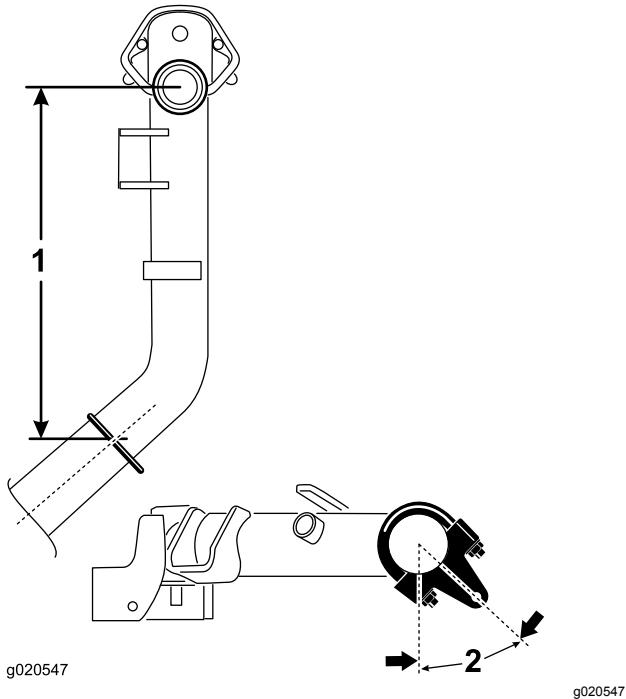

Figure 6
- Sur les bras de levage n° 2 et 3, positionnez les supports et les étriers filetés à 38 cm derrière l'axe du pivot (Figure 6).